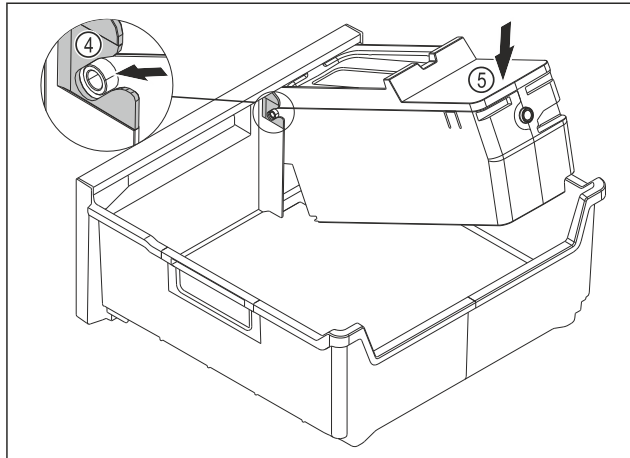

Fig. 148
- Monter le corps de l'EasyTwist-Ice : Insérer les axes du corps de l'EasyTwist-Ice dans les guides Fig. 148 (4).
- Appuyer l'arrière du corps de l'EasyTwist-Ice Fig. 148 (5) vers le bas.